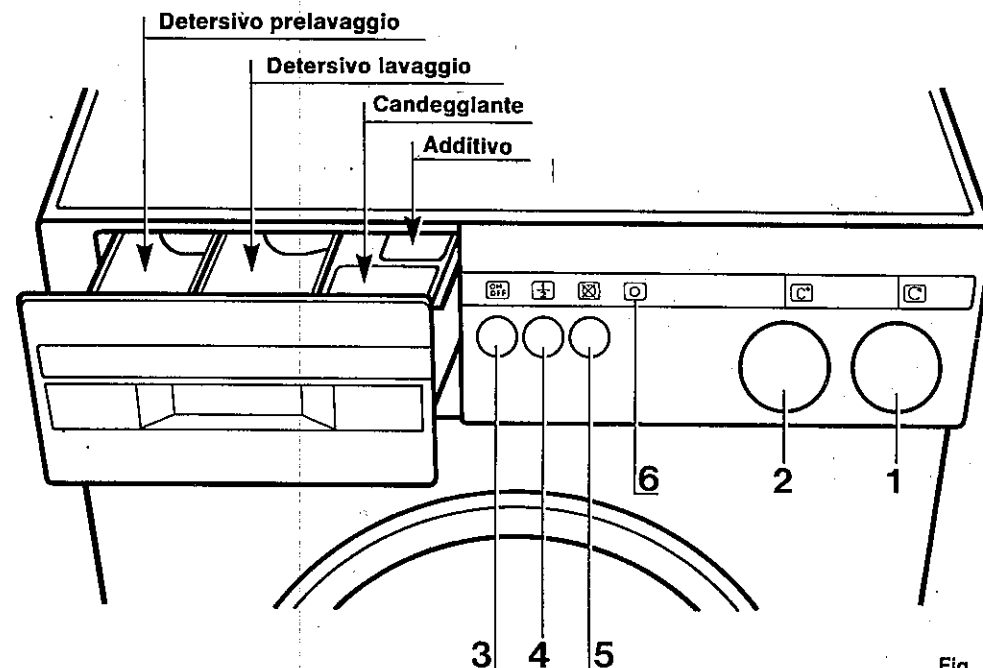

Fig. 8
5. Selezionare la temperatura di lavaggio desiderata girando la manopola "2" (fig. 8) in senso orario secondo le indicazioni della "Tabella Programmi".
7. Caricare il detersivo. Il detersivo e gli additivi vanno caricati attraverso il portello a quattro scomparti posto a sinistra del pannello comandi ai quali si accede aprendolo verso l'esterno (fig. 8).
8. Scegliere il programma di lavaggio secondo le indicazioni della "Tabella Programmi". Ruotare la manopola programmatore "1" (fig. 8) fino a che l'indice coincide con il numero del programma prescelto.
9. Quando il carico di biancheria è ridotto, si può risparmiare acqua premendo il pulsante risparmio "4" (Fig. 8).
del programmatore "1" (fig. 8) in senso orario nel programma da svolgere, premere il pulsante di marcia "3" (Fig. 8). Contemporaneamente si accende la lampada spia indicando che la macchina è in funzione.
1) Prima di aprire il portello oblò assicurarsi che l'acqua sia stata completamente scaricata dalla vasca; in caso contrario ruotare la manopola del programmatore "1" (fig. 8) in posizione "15" e premere il pulsante di avviamento "3" (fig. 8).